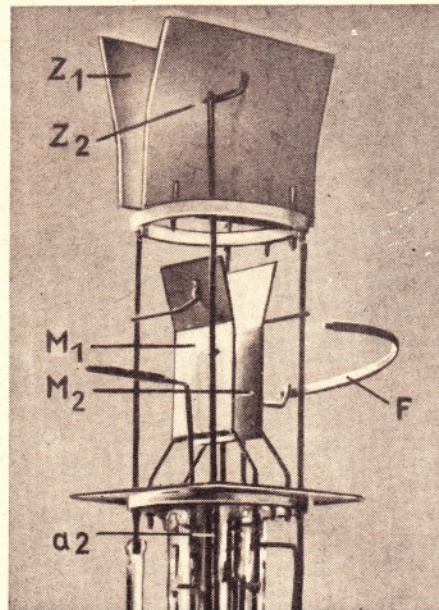

Abb. 11: Anode und Ablenkplattenpaare für doppel-elektrostatische Strahlablenkung.
Obwohl Elektronenstrahlröhren mit einem Plattenpaar für mannigfaltige Zwecke verwendbar sind (und auch gebraucht werden), so waren doch die heute bekannten großen Anwendungsgebiete erst mit Röhren zugänglich, welche zwei Paare Ablenkplatten besitzen. Die Plattenpaare werden, wie Abb. 11 zeigt, nacheinander in der Röhre so angeordnet, daß die Strahlablenkung des einen Plattenpaares senkrecht zur Ablenkung des anderen Paares erfolgt.
Leuchtflecke liegen, wenn an beiden Plattenpaaren die gleiche Spannung steht, nicht unter 45° geneigt, wie anzunehmen wäre, sondern steiler. Dies rührt daher, daß die beiden Plattenpaare, wie ja auch in Abb. 11 und Abb. 16 ersichtlich ist, den Strahl nicht an den gleichen Punkt beeinflussen, sondern hintereinander angeordnet sind. Die Länge L in Formel (1) bzw. (2) ist also für beide Ablenkrichtungen verschieden, so daß sich auch verschiedene Ablenkempfindlichkeiten ergeben.